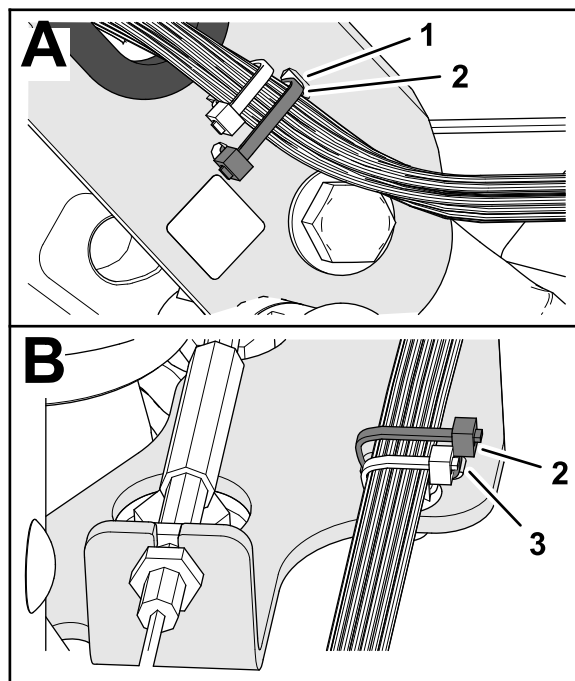

Bild 11
6. Befestigen Sie den Maschinenkabelbaum mit einem Kabelbinder durch die Schlitz im Lenkerkanal (Bild 11).